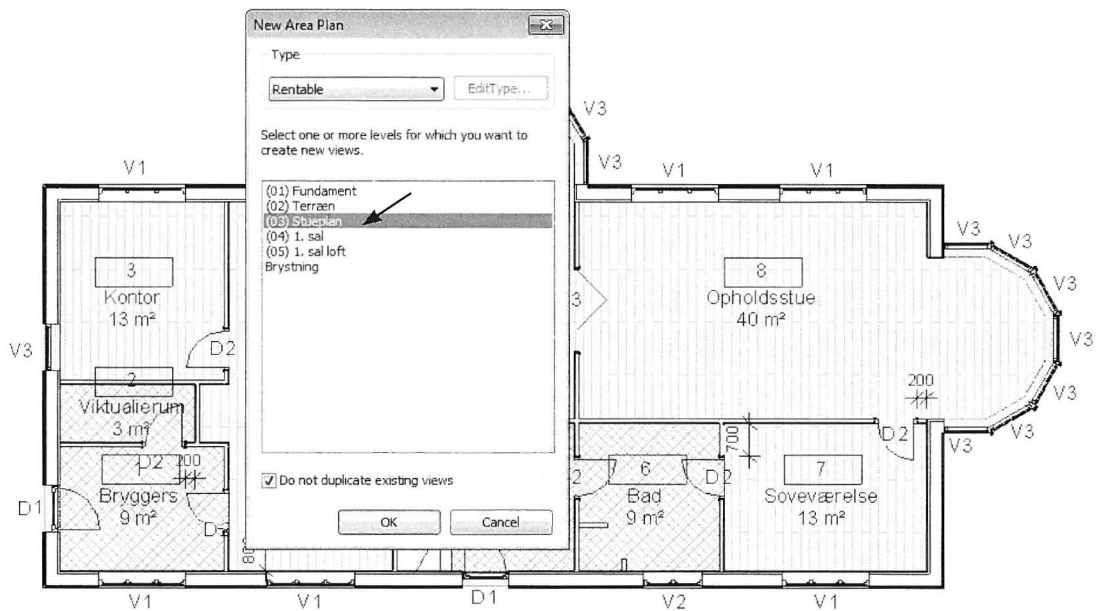

Fig. 11.17. Vælg hvilken plan den skal laves ud fra.
- Vælg hvilket plan du vil lave arealet ud fra (Fig. 11.17). Dette kunne være stueplan.